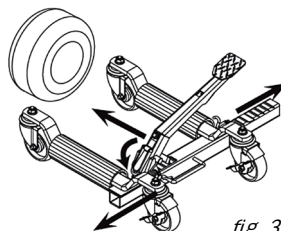

fig. 3
1. Libérez la pédale (D) en l'enfonçant et en déverrouillant ensuite le verrou de pédale (F).
2. Desserrez le frein des roulettes. Abaissez le levier (E). Roulez le cric sur le côté du pneu et poussez-le vers l'avant de manière à ce que les rouleaux se trouvent de chaque côté du pneu (fig. 3).